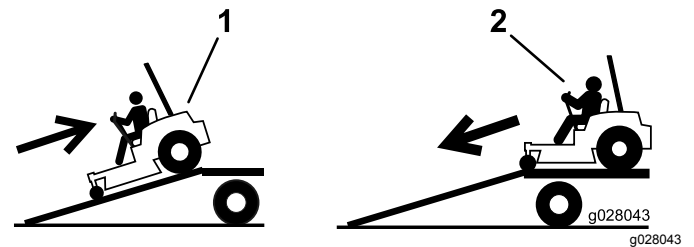

Figura 45
2. Desça a rampa em marcha para a frente (Figura 45).